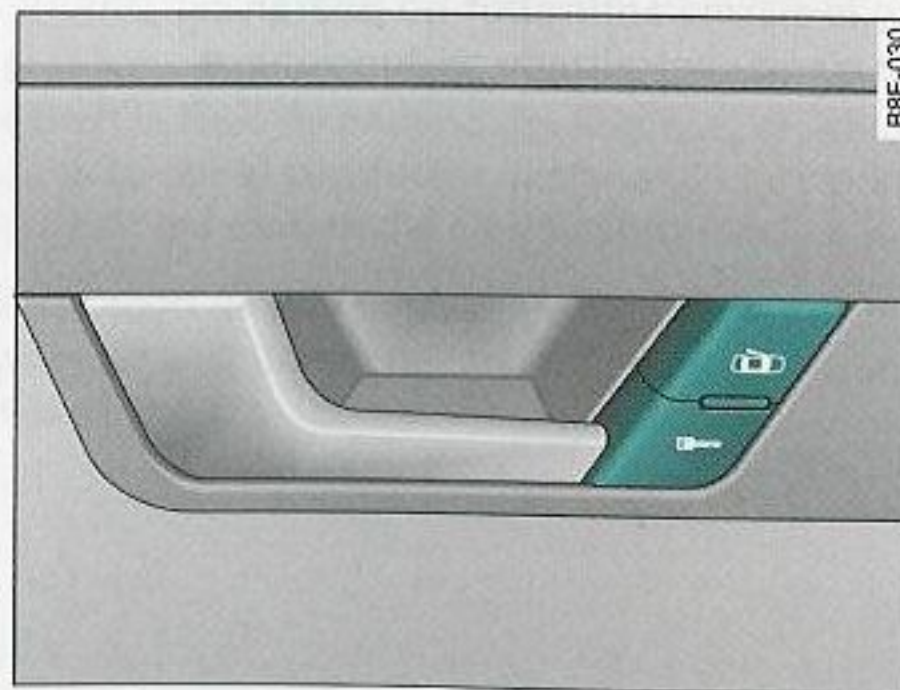

Fig. 46 Detalle de la puerta del conductor: Conmutador del cierre centralizado
- Pulse la tecla inferior  ⇒ *página 62, fig. 46* ⇒ .